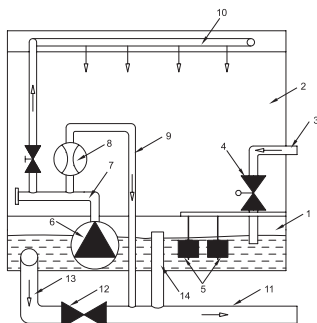

Рисунок 18
В установках RW могут применяться модели оборотного снабжения (рис. 18), наиболее полно реализующих функционал увлажнителя. Поддон (1) наполняется водой из магистрального трубопровода. Уровень воды в поддоне поддерживается при помощи герконового датчика уровня (5) и нормально закрытого соленоидного клапана (4). В случае, когда требуется увлажнение, включается насос (6) и вода через распределительную гребенку (7) подается на блоки водораспределительных головок (10). Через водораспределительные головки вода равномерно распределяется на кассеты (2). Стекая по поверхности кассет, часть воды абсорбируется материалом кассеты, а часть возвращается в поддон. При прохождении воздуха через увлажненный материал кассеты, происходит испарение воды с поверхности материала. Таким образом влагосодержание воздуха повышается. Процесс сопровождается некоторым понижением температуры проходящего через кассеты воздуха, что позволяет использовать увлажнитель в качестве секции охлаждения в летний период. В процессе испарения содержание соли в оборотной воде повышается и может достичь уровня при котором соль будет откладываться на материале кассеты и элементах конструкции. Для нормализации концентрации солей в оборотной воде - предусмотрена система сброса части воды в дренаж и восполнения ее до необходимого уровня за счет подачи чистой. Величина отводного потока настроена по умолчанию. Для самостоятельной регулировки служит регулирующий кран (7) и расходомер на линии